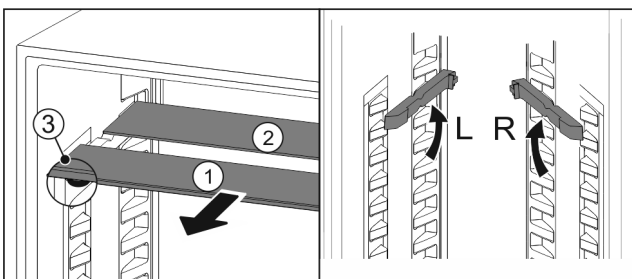

Fig. 146
- ▶ По одной извлеките Fig. 146 (1) стеклянные панели движением вперед.
- ▶ Стеклянная панель Fig. 146 (1) с декоративной планкой лежит спереди.
- ▶ Стопоры Fig. 146 (3) показывают вниз.